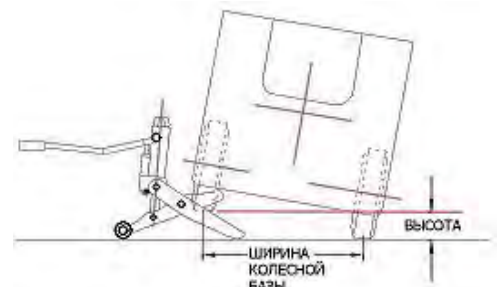

Рисунок 6.
- Будьте предельно внимательны при подъеме узких погрузчиков (ширина менее 1016 мм). Проверьте, чтобы высота между полом и поднятым колесом не превышала  $\frac{1}{4}$  ширины колесной базы погрузчика. Ширина колесной базы измеряется от центральной линии до центра ширины профиля колес (см. рисунок 6). Если Вы превысите это расстояние, велика вероятность опрокидывания погрузчика.